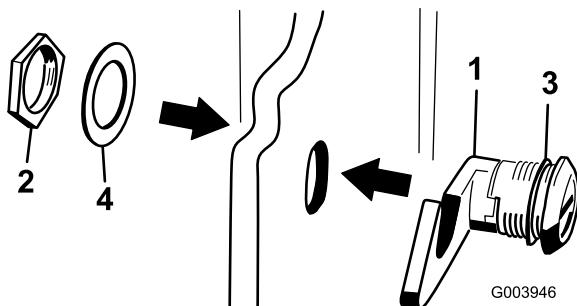

Рисунок 17
3. Отверните гайку с узла заплечки капота (Рисунок 17).
4. Снаружи капота вставьте конец защелки с крюком через отверстие в капоте. Убедитесь, что резиновая уплотнительная шайба осталась на наружной стороне капота (Рисунок 17).